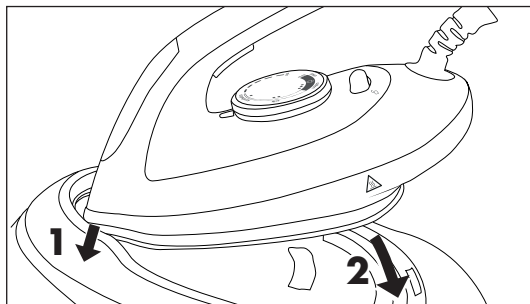

Fig. 8
- 5) Stil strygejernet på basestationens frastillingsflade **6** efter strygningen. Hold først spidsen af strygejernet under kanten forrest på frastillingsfladen **6** og sæt derefter strygejernet helt på frastillingsfladen **6** (se fig. 8).